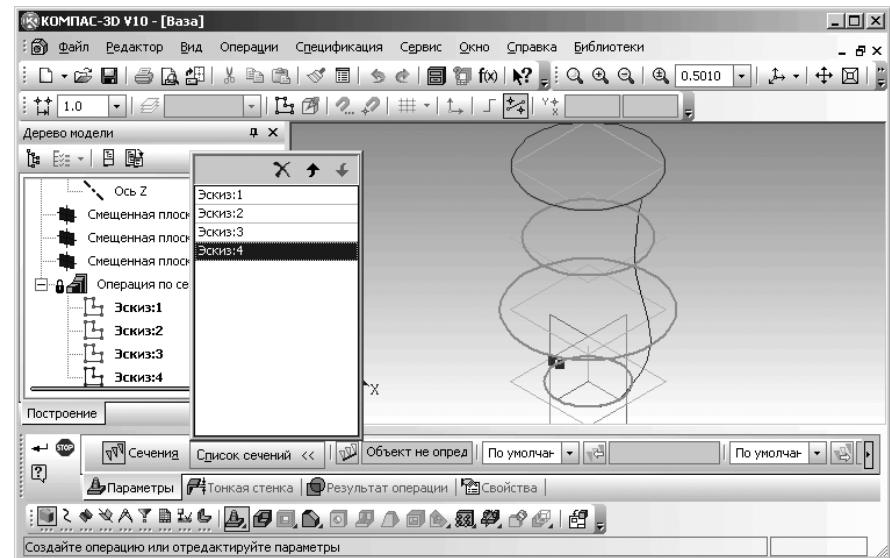

Рис. 2.136. Главное окно системы с эскизами сечений вазы
- переместите указатель мыши в окне **Дерево модели** на второй эскиз-сечение – **Эскиз:2**, а затем щелкните мышью. Он выделится. Второй эскиз-сечение появится в списке сечений **Панели свойств: Элемент по сечениям** и так далее. Это состояние системы показано на рис. 2.136;